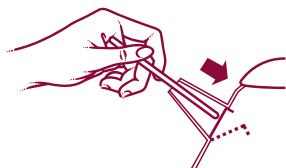

図2
- 長い棒（先の丸いもの）などを注ぎ口からケトルの内側に向かって差し込み、湯垢防止用フィルターをはずしてください（図2）。